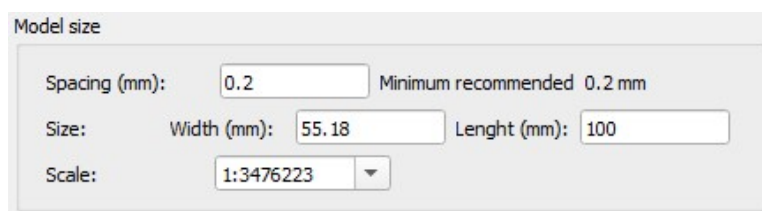

Рис. 21
3. Следующее поле диалогового окна DEMto3D под названием **Model size** позволяет указать параметры создаваемой 3D-модели. Первое поле Spacing задает минимальное разрешение получаемой распечатки (рекомендуется ввести указанное значение **0,2** – причем, что важно, надо использовать здесь именно десятичную точку, а не запятую!). В остальных полях достаточно задать или значение ширины распечатки (**Width**), или ее длину (**Length**), или масштаб по сравнению с истинными размерами выбранной области: остальные значения компьютер вычисляет сам (рис. 21).